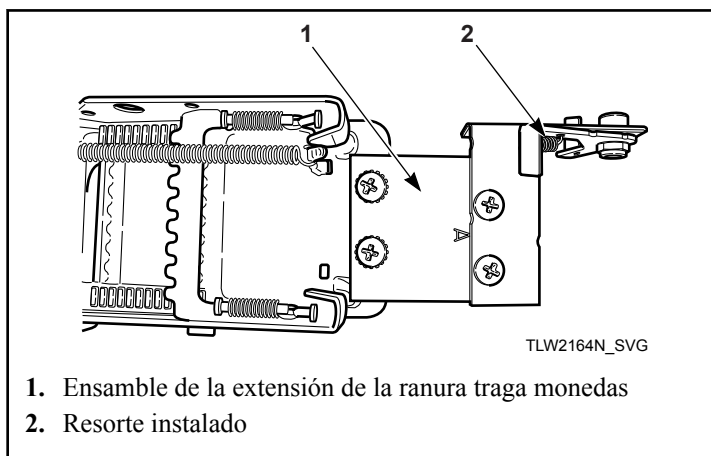

Figura 38
6. Instale el ensamble de la extensión de la ranura traga monedas sobre la ranura traga monedas utilizando los dos tornillos y arandelas de seguridad restantes. Ubique la arandela de seguridad debajo de la cabeza del tornillo, por sobre el soporte "A". Consulte *Figura 38*.
3. Instale la extensión sobre la ranura traga monedas utilizando dos tornillos. Consulte *Figura 38*.